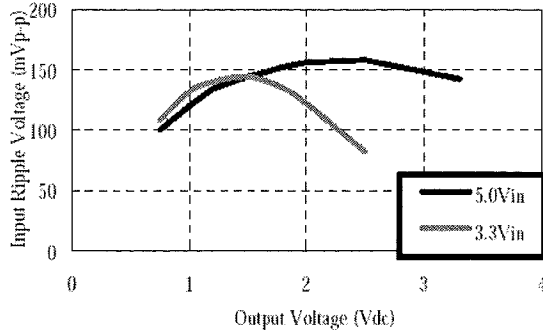

図6 Input voltage ripple VS Output voltage
入力電圧リップルを小さくする為、入力に付加するコンデンサ (Cin)は低ESRのポリマー又はセラミックコンデンサを勧めます。入力に付加コンデンサを実装した場合のInput Ripple Voltage(mVp-p)データを図6～8に示します。
- 1、 2 \times 100 μ F タンタルコン // 47 μ F セラコン . . . 図6